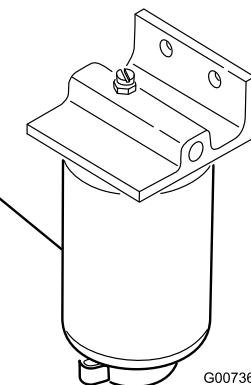

Bild 64
1. Stellen Sie einen sauberen Behälter unter die Kraftstofffilterglocke (Bild 64).